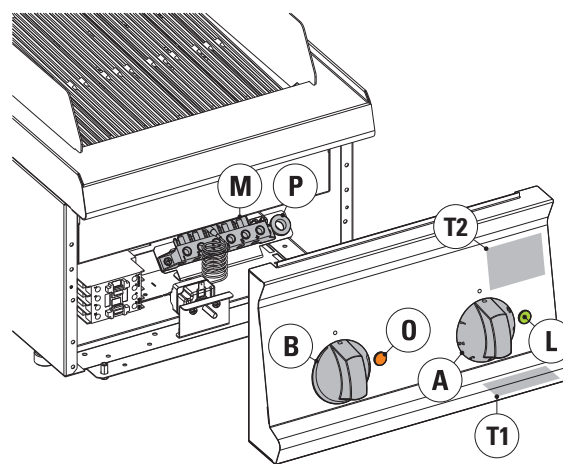

fig.2
- A safety device prevents it being used where no water is present, the orange light | **O** | fig.2 when on, indicates that there is no water in the tub, the water level must be restored by turning the knob | **B** | fig.2
- Fill the tub with water by twisting the knob | **B** | fig.2. When at the "end point" position, the fill valve always remains open. When at intermediate positions, a variable water fill "flow" is achieved.
- By twisting the knob | **A** | fig.2 it is possible to select the desired power level on the panel index.
- The green light comes on | **L** | fig.2 to indicate that power adjustment is activated (presence of power).
- Remove the overflow | **D** | fig.2 from its housing by lifting it and allow the water to drain.
Das Typenschild | **T1** Abb.2 | befindet sich unter der Bedienblende (Beispiel):
Das Typenschild | **T2** Abb.2 | befindet sich im Inneren hinter der Bedienblende. Es enthält folgende Daten (Beispiel):
Bei allen Modellen ist das Netzkabel nicht im Lieferumfang enthalten. Um Zugang zum Klemmbrett | **M** | (Abb. 2) zu erhalten, die Bedienblende abnehmen, nachdem die Befestigungsschrauben an der Blendenunterseite herausgeschraubt worden sind. Die Leiter des Netzkabels an der Klemmleiste entsprechend der Angaben im elektrischen Schaltplan anschließen. Das Kabel unbedingt durch den Kabeldurchlass | **P** | (Abb. 2) neben der Klemmleiste führen und außerdem immer dem Boden entlang verlegen und mit der Kabelklemme | **Q** | Abb.1 fixieren.
- Eine Sicherheitsvorrichtung verhindert die Verwendung ohne Wasser: Wenn das orange Lämpchen | **O** | Abb.2 leuchtet, zeigt dies an, dass Wasser in der Schale fehlt. Füllen Sie dann Wasser bis zum geforderten Stand nach, indem Sie den Drehschalter | **B** | Abb. 2 drehen.
- Füllen Sie Wasser in die Schale, indem Sie den Drehschalter | **B** | Abb. 2 drehen. In der Position am „Endanschlag“ bleibt das Füllventil immer geöffnet. In den Zwischenpositionen erhält man einen variablen Wasserfluss.
- Den Drehschalter | **A** | Abb.2 drehen, bis die Anzeige an der Bedienblende mit dem gewünschten Leistungspegel übereinstimmt.
- Das Aufleuchten der grünen Kontrollleuchte | **L** | Abb. 2 zeigt an, dass die Regulierung der Leistung aktiv ist (Gerät unter Spannung).
- Das Überlaufrohr | **D** | Abb. 2 aus seinem Sitz nach oben entfernen und das Wasser ablaufen lassen.